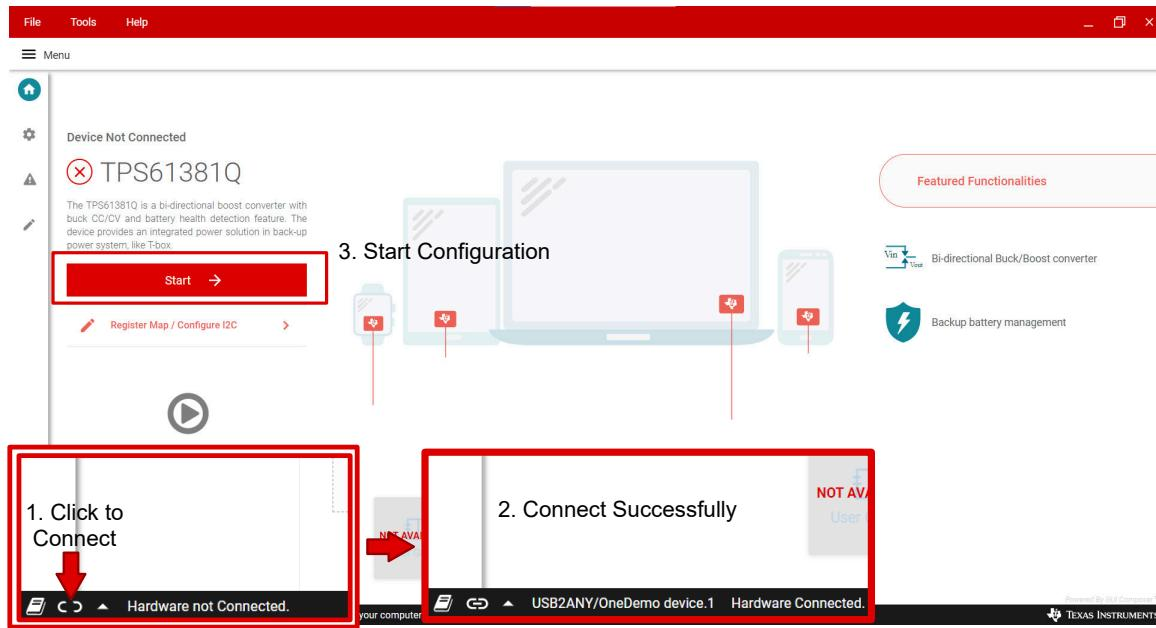

图 3-2. GUI 连接和启动
3. 单击底部栏上的连接按钮, 如 图 3-2 所示。GUI 和器件连接后, GUI 读取所有寄存器, 并显示一条通知。